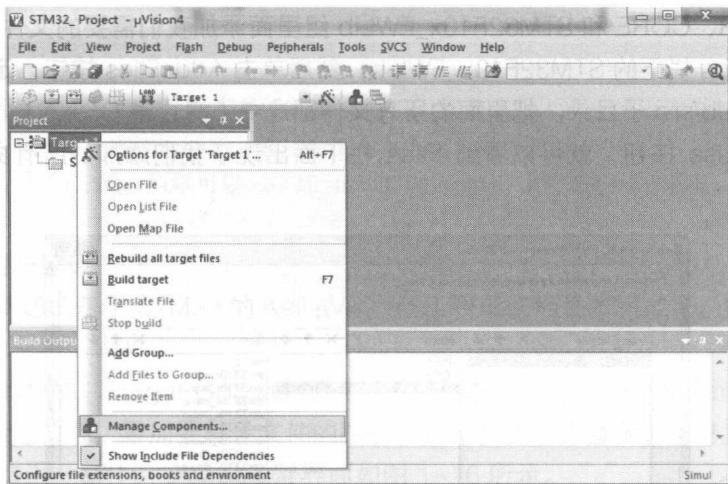

图1-11 调出Manage Components
(2) 在 USER 组里面，打开 STM32\_Project 工程，然后在 Project 窗格的 Target1 上单击鼠标右键，选择 Manage Components 选项，如图 1-11 所示。